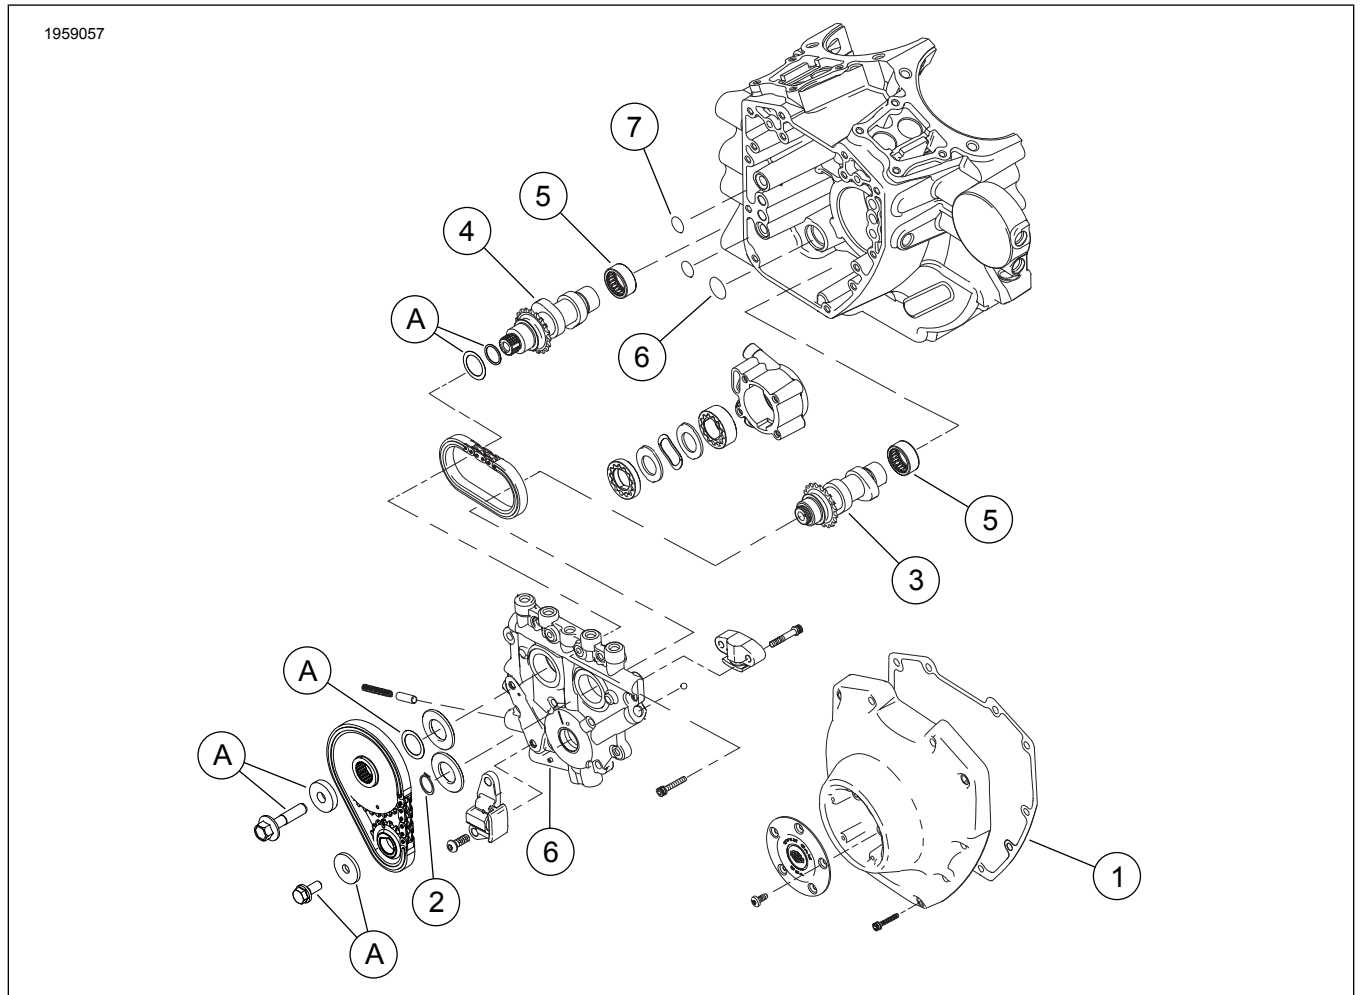

図3。交換用パーツ:SCREAMIN' EAGLEPROTC103 (96CI～103CI) ステージ4キット
1. 「図3」を参照。カムシャフトニードルベアリング(5)を点検し、必要に応じて交換してください。
2. 図2から図3までを参照してください。カムをカムプレート、パフォーマンスシリンダーヘッド、エンジントップエンドにキットのパーツで取り付けます。サービスマニュアルの該当する「エンジン」セクションを参照してください。